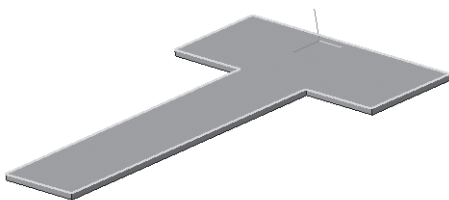

Рис. 370
- щелчком ЛКМ выделите верхнюю грань развертки (вы укажите плоскость для дальнейшего построения – зеленая) – рис. 370;